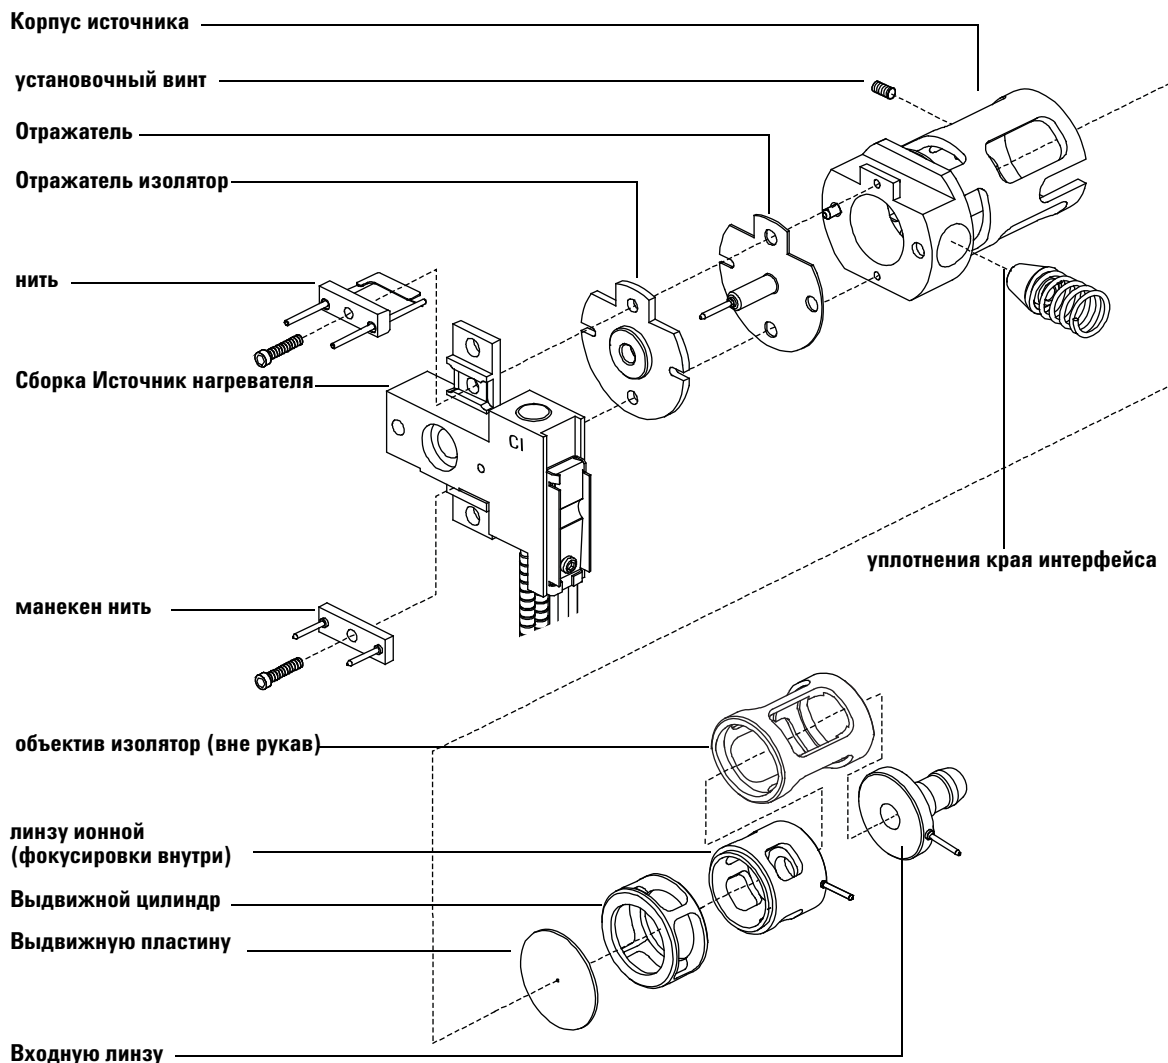

Рис. 28 Разборка ионного источника ХИ
- 3 Отделите блок нагревателя источника от корпуса источника, сняв два винта. Блок нагревателя источника включает нагреватель, отражатель и дополнительные детали. (См. **Рис. 28.**)
- 4 Разберите блок отражателя, сняв гайку керамический изолятор. (См. **Рис. 28.**)
- 6 Удалите линзы из корпуса источника и отделите изолятор линзы, линзу ионной фокусировки, выдвижную пластину, выдвижной цилиндр и входную линзу. (См. **Рис. 28.**)